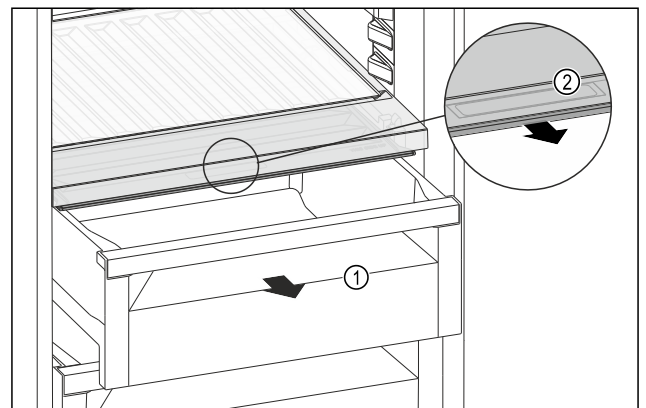

Fig. 97
- ▶ Извлеките выдвижной ящик Fig. 97 (1).
- ▶ Возьмитесь за утопленную ручку Fig. 97 (2) на крышке отделения и одновременно потяните крышку отделения вперед.